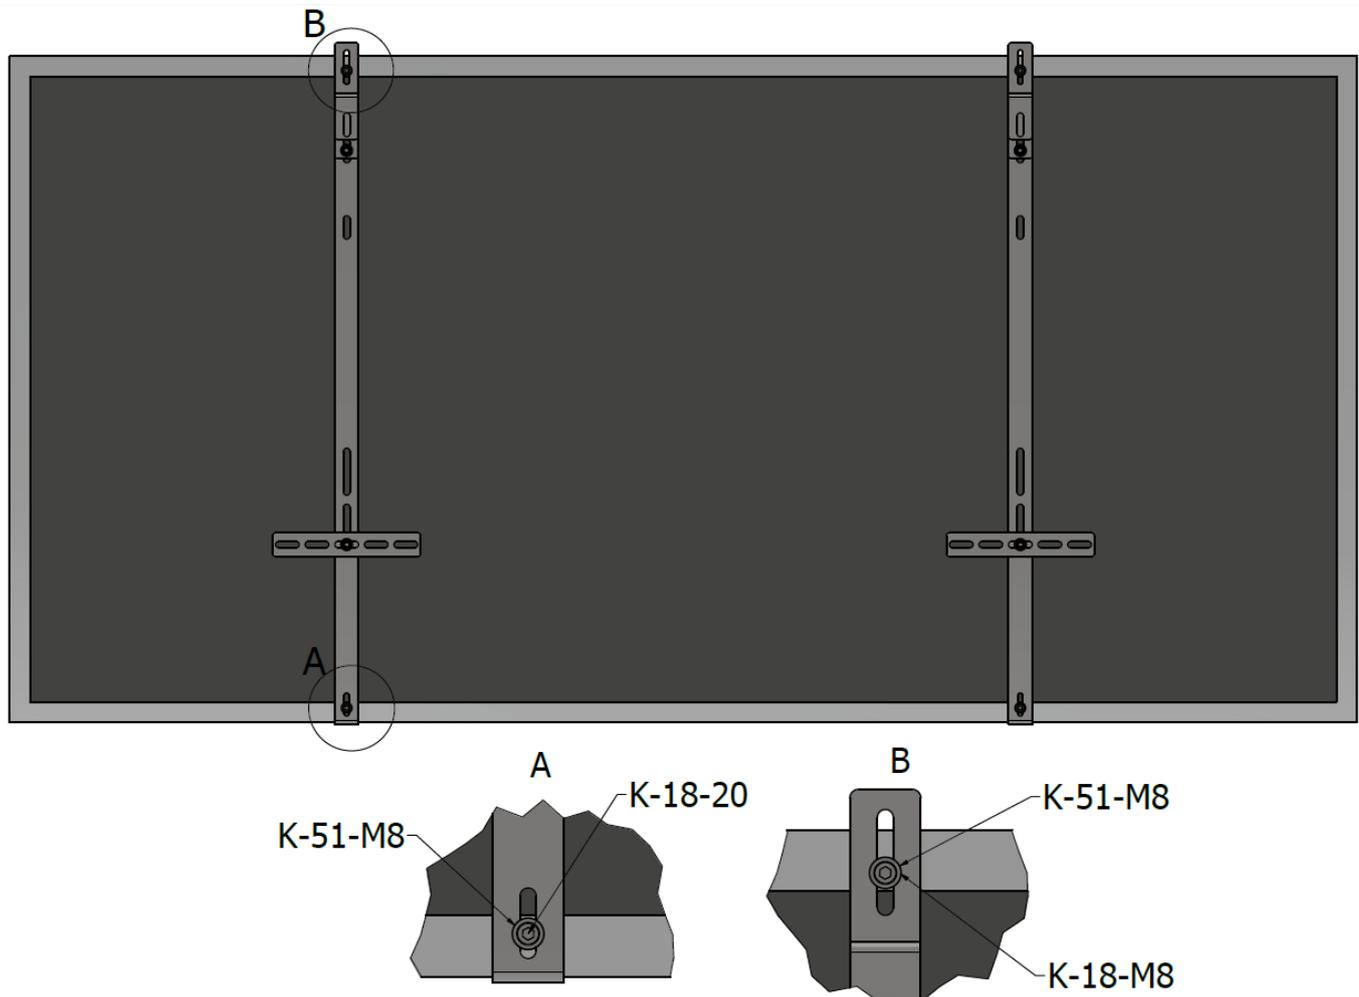
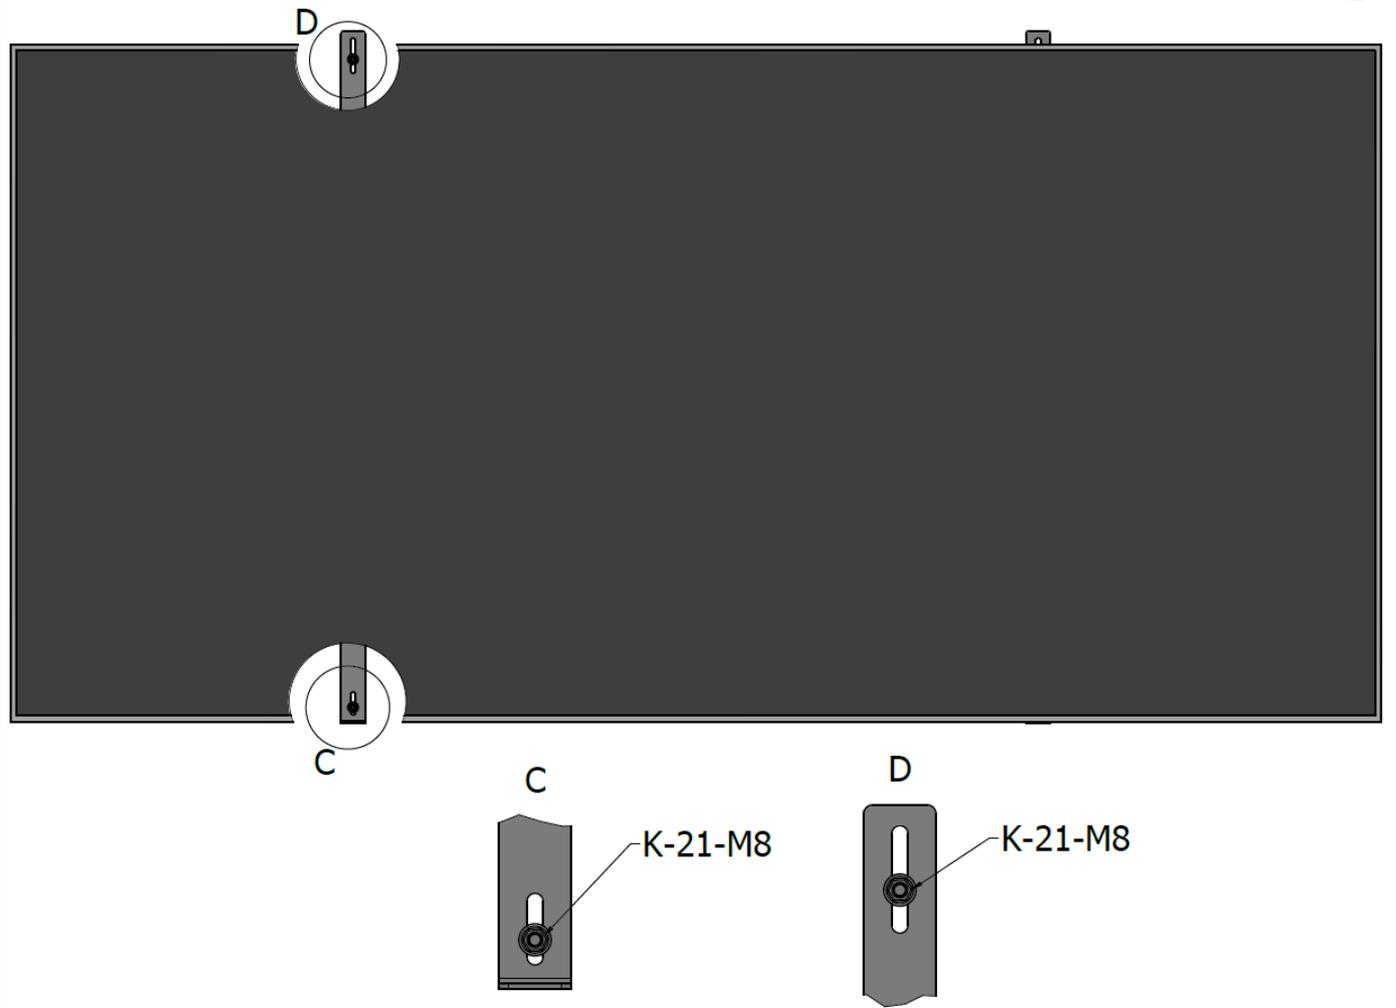

ABB.5 Modulmontage (Ansicht I)
ABB.6 Modulmontage (Ansicht II)
4. Als Nächstes wird das Modul mit vier Inbusschrauben K-18-20, vier Unterlegscheiben K-51-M8 und vier Muttern K-21-M8 an den beiden vorgeschraubten Haken gemäß Punkt 1 und 2 befestigt (ABB.5, ABB.6).